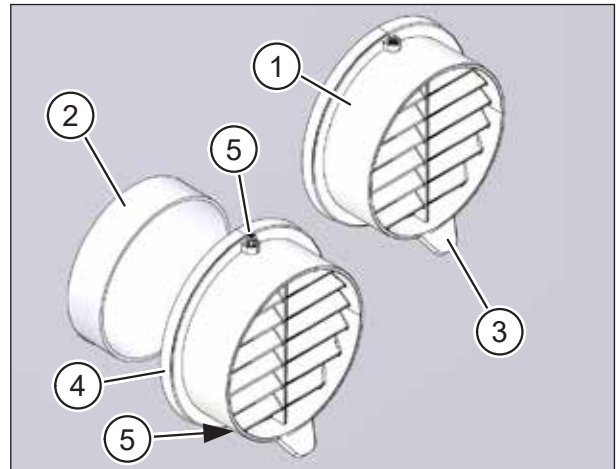

Abb. 14: Fassadenabschlüsse anbringen
- ▶ Setzen Sie die Fassadenabschlüsse (Pos. 1 in Abb. 14) vorsichtig auf die Lüftungsrohre (Pos. 2 in Abb. 14) auf. Achten Sie darauf, dass die Dichtungen nicht beschädigt werden.
- ▶ Richten Sie die Tropfnasen (Pos. 3 in Abb. 14) nach unten aus.
- ▶ Drücken Sie jeweils den Fassadenabschluss gegen die Fassade, sodass der Kunststoffring (Pos. 4 in Abb. 14) plan an der Fassade anliegt, und halten Sie den Fassadenabschluss in dieser Position.
- ▶ Drehen Sie vorsichtig die obere und untere Torx-Schraube (Pos. 5 in Abb. 14) bis zum Anschlag ein. Diese schneiden sich in die Lüftungsrohre und fixieren so den Fassadenabschluss.